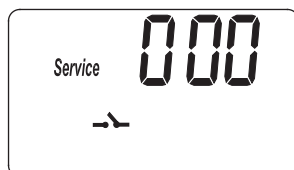
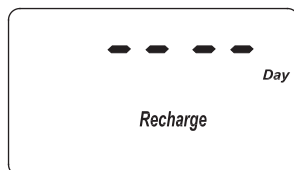

FIG. 29
FIG. 30
1. Mantenga oprimido el botón PROGRAM (Programar) hasta que aparezca la pantalla que se indica en la Fig. 29. Cuando ello ocurra, oprima cuatro veces el botón PROGRAM (Programar) y aparecerá la pantalla que se indica en la Fig. 30.
1. Mantenga oprimido el botón PROGRAM (Programar) hasta que aparezca la pantalla que se indica en la Fig. 29. Cuando ello ocurra, oprima cinco veces el botón PROGRAM (Programar) y aparecerá una de las dos pantallas que se indican en la Fig. 31.